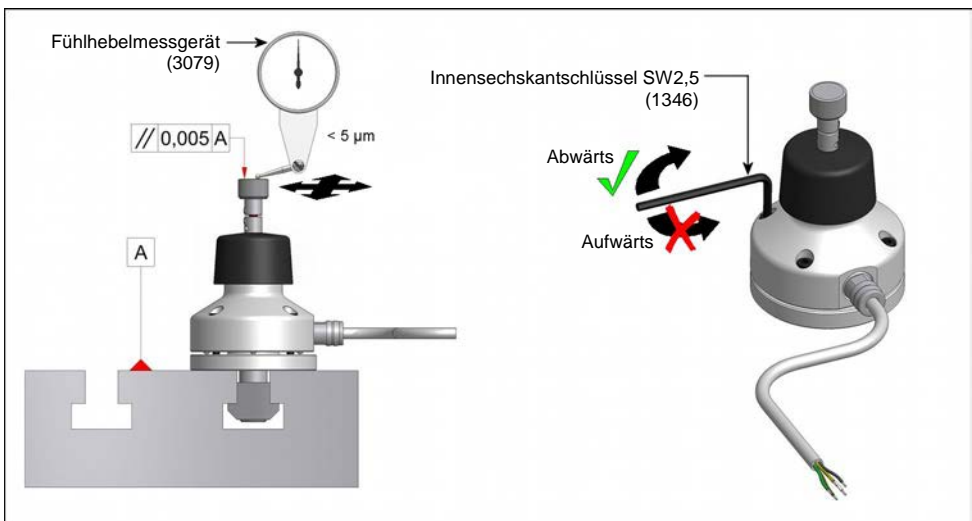

Abb. 6 Messeinsatz ausrichten
3. Schlauchverschraubung (2543) mit Dichtring in eine entsprechende Bohrung in der Maschinenwand einsetzen und auf der Rückseite mit der zugehörigen Mutter sichern (siehe Abb. 6).
Zum Ausrichten des Messeinsatzes wird mit in der Spindel installiertem Fühlhebelmessgerät die Messfläche des Werkzeugmesssystems angefahren (manuell) und diese anschließend entlang der X-Achse und entlang der Y-Achse abgetastet. Die dabei ermittelte Abweichung muss $< 5 \mu\text{m}$ sein (siehe Abb. 6). Sollte eine höhere Abweichung ermittelt werden muss die Ausrichtung des Messeinsatzes, wie nachfolgend beschrieben, korrigiert werden.